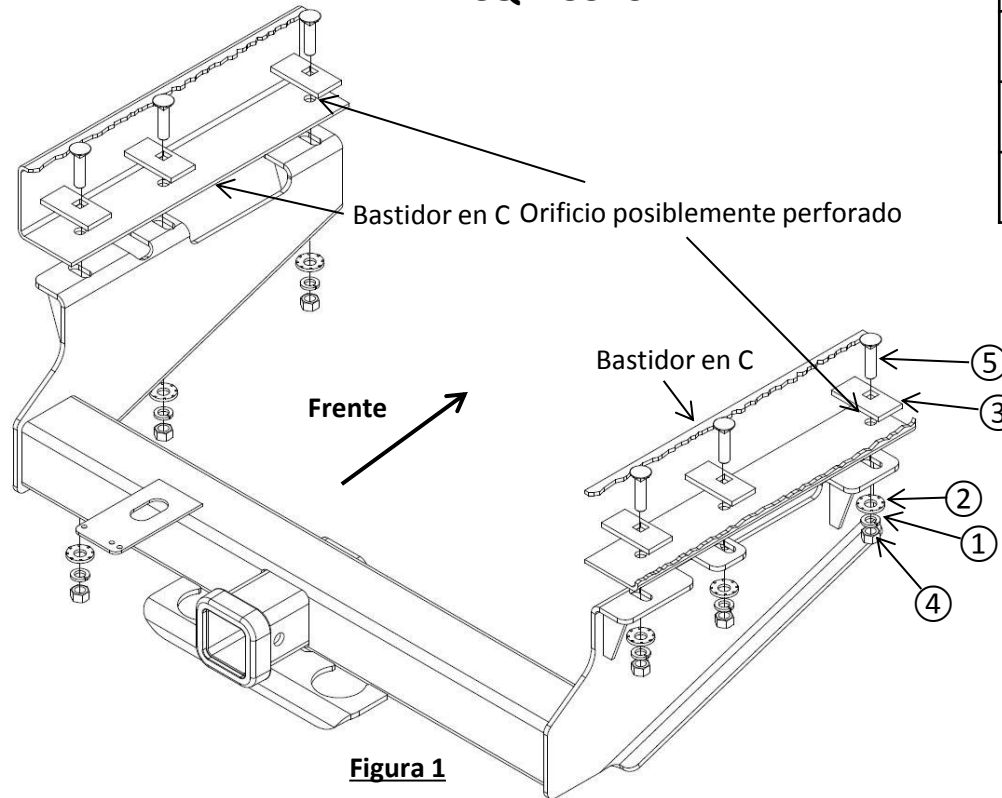

Figura 1
- 1. Instalar los fijadores más posteriores:** Insertar (1) perno de carruaje de 1/2" y (1) espaciador en el orificio más posterior en cada lado a través del final del bastidor. En algunos modelos hay dos orificios en la parte más posterior del bastidor. Usar el orificio más pequeño al frente del orificio grande.
- 2. Levantar el enganche a su posición:** Mantener el enganche en alto por debajo del bastidor con los pernos pasando por los orificios en los soportes e instalar (1) arandela cónica de 1/2", (1) arandela de seguridad de 1/2" y (1) tuerca de 1/2" en cada lado.
- 3. Instalar los fijadores restantes:** Insertar (1) pernos de carruaje de 1/2" y (1) espaciadores a través de los orificios restantes, luego instalar (1) arandela cónica de 1/2", (1) arandelas de seguridad de 1/2" y (1) tuercas de 1/2" en los pernos como se muestra en la Figura 1. Algunos modelos de cama corta podrían necesitar la perforación del orificio más delantero. Usar los orificios en el soporte como guía para perforar un orificio de 1/2" en el bastidor.